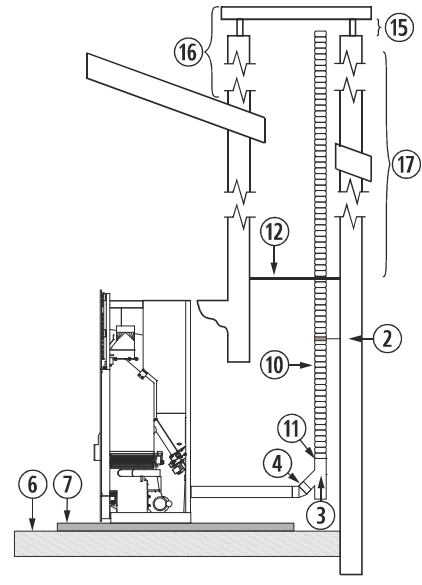

Figura 15
4.28. La instalación de un encastrable en una chimenea de obra se puede realizar en toda su totalidad en tubo flexible, tal y como indica la *figura 15*. Debemos tener especial cuidado a la hora de realizar el aislamiento entre la chimenea y el tubo de la salida de gases para evitar posibles retrocesos de gases en caso de tormenta.
②	Abrazadera de sujeción de acero inoxidable.
③	Te de 135° con registro.
⑥	Suelo de madera.
⑦	Protector del suelo no combustible.
⑩	Tubo flexible de acero inoxidable.
⑪	Manguito unión rígido a flexible.
⑫	Aislante anti retroceso.
⑮	Mínimo 200mm.
⑯	Debe sobrepasar 1 metro el tejado.
⑰	Mayor a 4m aumentaremos una medida.